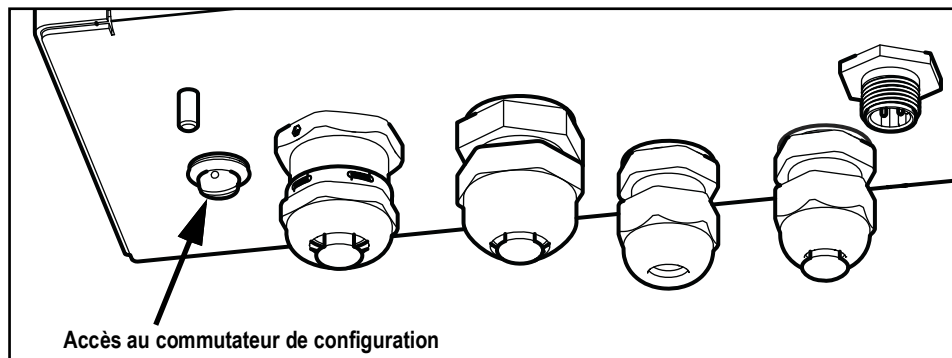

Figure 3-1. Vue de dessous – Accès au commutateur de configuration
- Pour prévenir l'utilisation de la touche **Menu** pour accéder au mode configuration et étalonnage, plutôt que de recourir à l'utilisation du commutateur de configuration scellable de l'extérieur et situé à l'intérieur du boîtier (Figure 3-1, page 32), positionner le cavalier sur **Off**